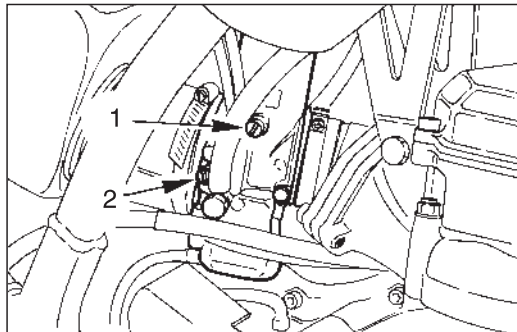

Fig. 15
REGOLAZIONE DEL MINIMO (Fig. 15)
- ◆ Regolare la vite del minimo (1-Fig. 15) in modo da ottenere una rotazione costante del motore.
- ◆ Avvitare o svitare la vite aria (2-Fig. 15) fino ad ottenere il maggiore numero di giri/min del motore.
- ◆ Qualora il regime di rotazione del motore sia troppo elevato, ridurlo agendo sulla vite di minimo (1-Fig. 15).